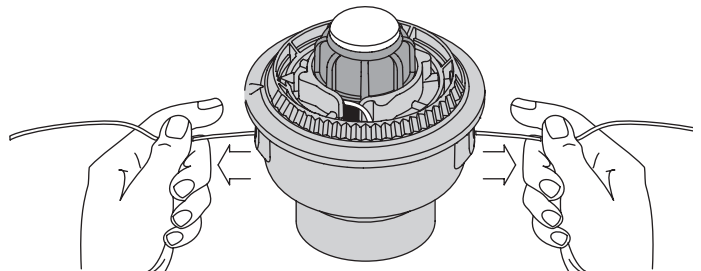

Fig. 20
9. Si le rembobinage du fil devient difficile ou si le fil se coince, tirez-en les extrémités de la bobine. Continuez de rembobiner le moulinet intérieur vers la gauche (Fig. 20).
- Maintenez le moulinet intérieur et installez le bouton de butée, le ressort, et le joint en mousse en poussant le bouton de butée vers le bas et en le tournant à droite. Saisissez les extrémités et tirez fermement pour dégager le fil des fentes de retenue du moulinet intérieur (Fig. 20).